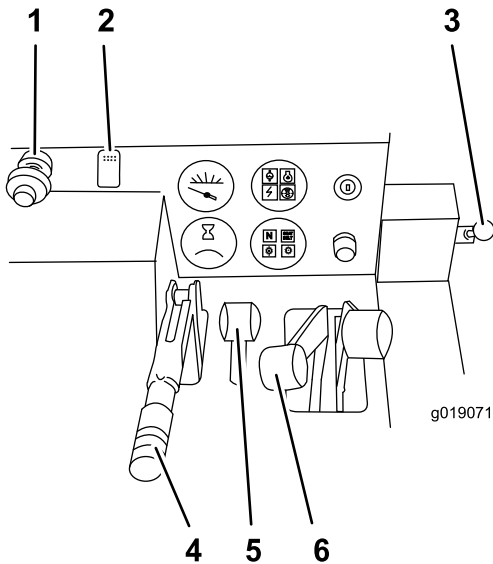

Figure 8
2. Lorsque le moteur est chaud, tirez la commande d'accélérateur en position pleins gaz (Figure 8).
3. Si la machine est équipée d'une trancheuse, amenez le levier sélecteur en position d'enfouisseuse de câbles (Figure 8).